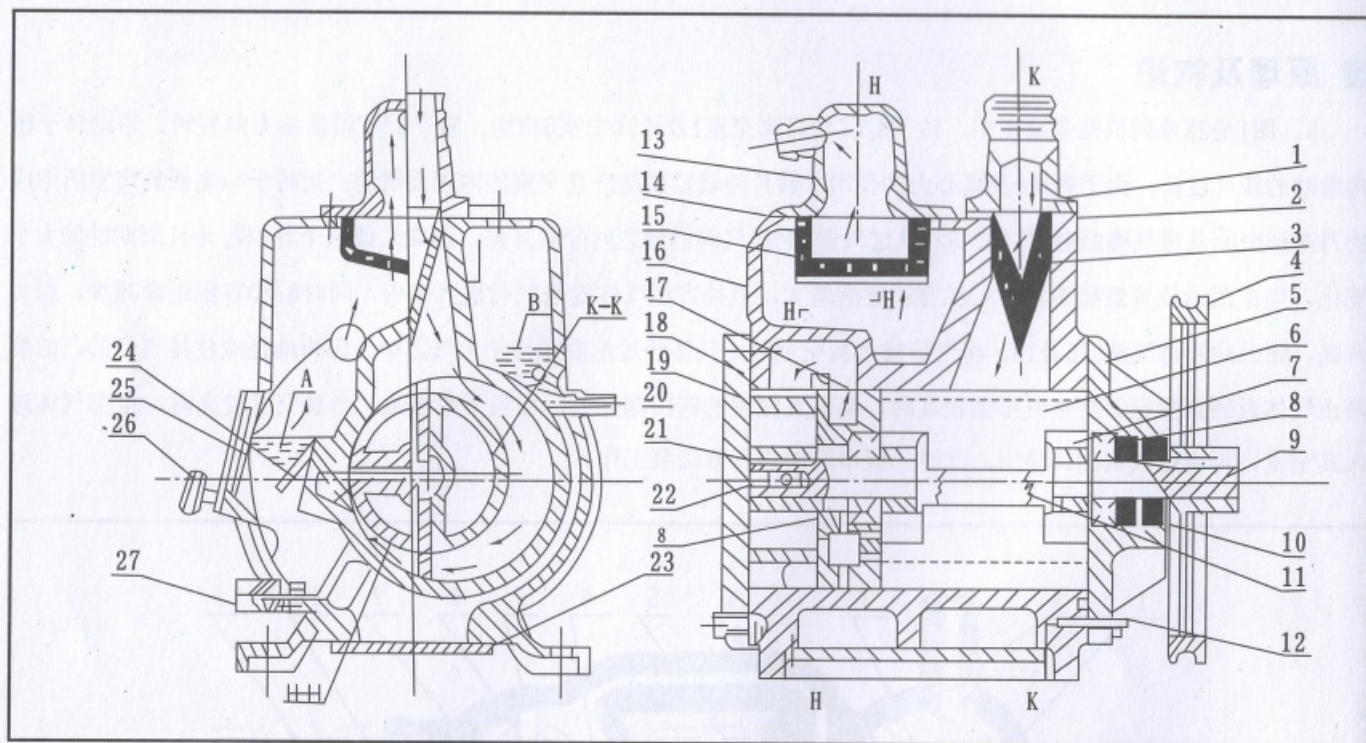
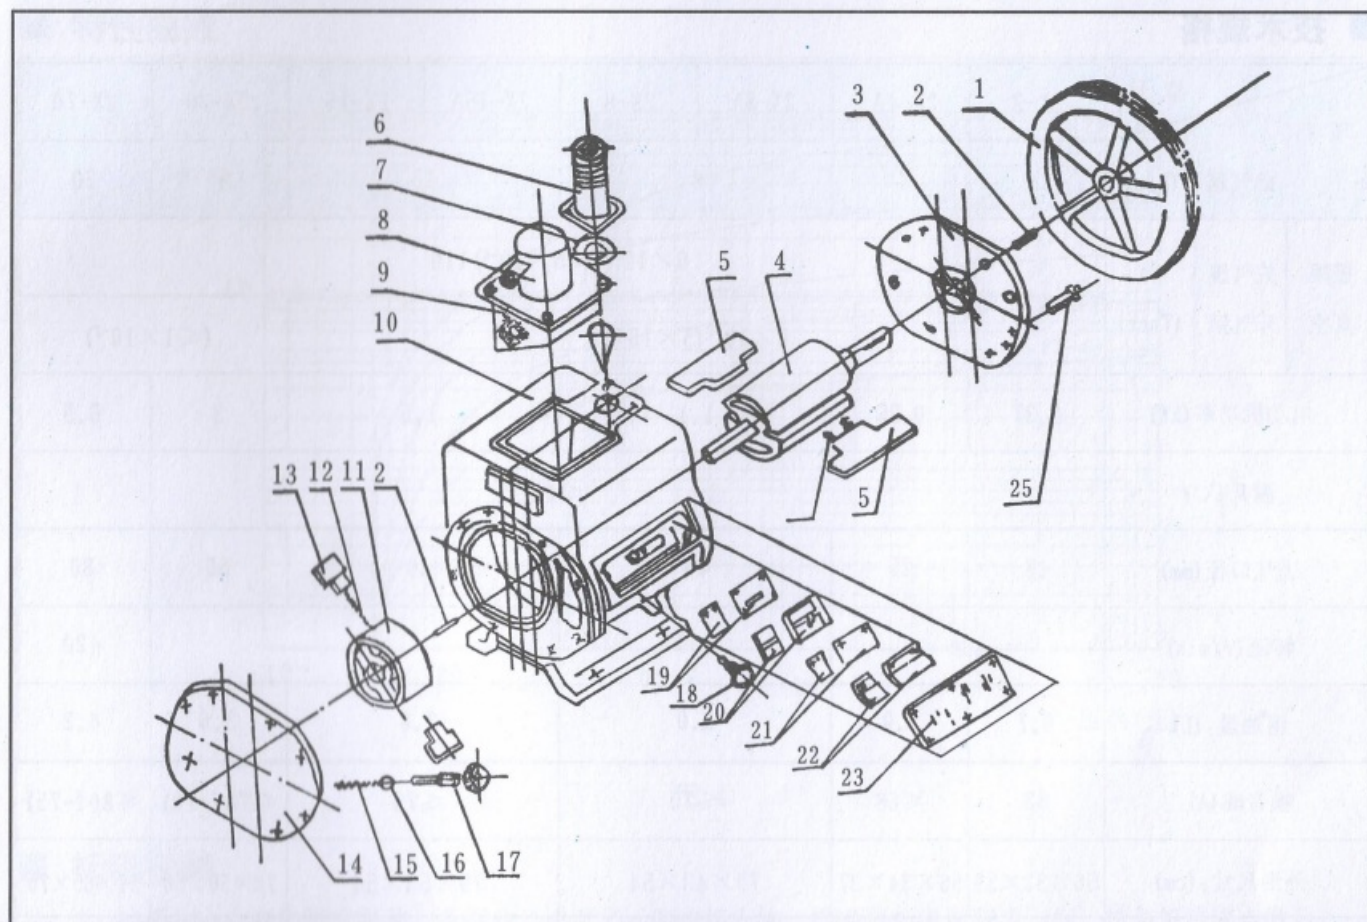

图2 附表
图3 附表
泵由泵体、高转子、低转子、前端板、后端板、高转片、低转片、排气阀、排气罩、视镜等零部件组成。见图2、图3。
7、抽气过程：见图2，气体由进气嘴进入高真空室，起初是高压强，高低真空室都充满大气，两个排气门都打开排气。随着抽气的进行，气压下降(即真空度提高)，高真空室压力不足以推开排气门，气体经中隔板而进入低真空室，此时压力亦不足推开排气门，但低真空室进入有一定量油，帮助推开排气门，气体亦随之排出。排出的气体夹杂着的油粒，经挡油网过滤而使油分离，只有气体排出泵外，气体路径见图2。
5) 泵漏大气多是由于泵的端面油封不良所致,这时应打开排气盖,检查B处油池是否缺油,如无油应从加油孔处加油,使油池B处积满油(油池B见图2)。